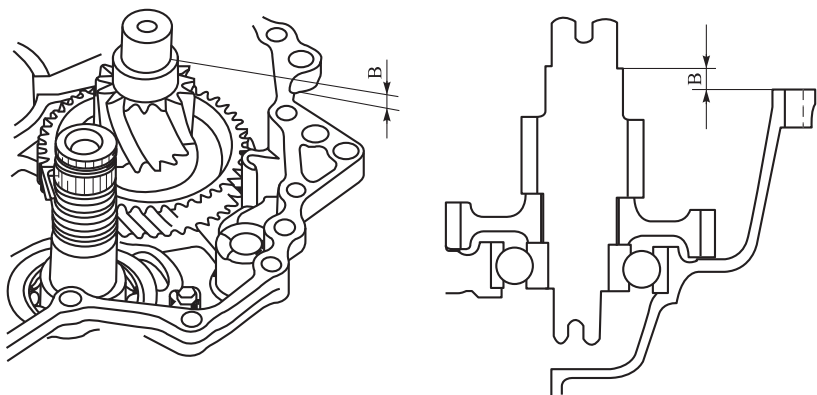

图 2-21 测量距离 B
③ 测量变速器壳体表面与主减速器半轴上的止推垫片安装面之间的距离 B ，如图 2-21 所示，然后记录测量值。